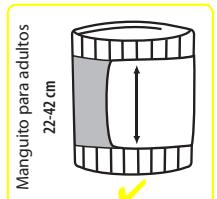

Fig. 5
- El manguito estará listo para usar si las puntas de las flechas coinciden con el patrón de rayas de la otra parte del manguito una vez que se ajusta este alrededor del brazo (Fig. 5).